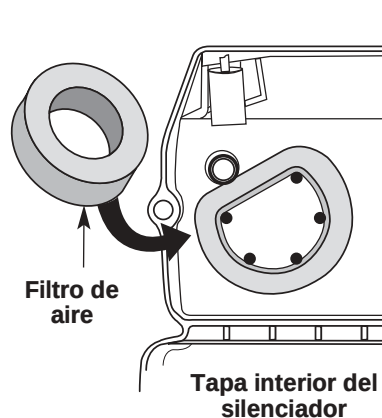

Fig. 37
2. Gire la tapa y ubique el filtro de aire adentro. Saque el filtro de aire de adentro de la tapa del filtro de aire / silenciador (Fig. 37).
6. Cambie el filtro de aire dentro de la tapa del filtro de aire / silenciador (Fig. 37).